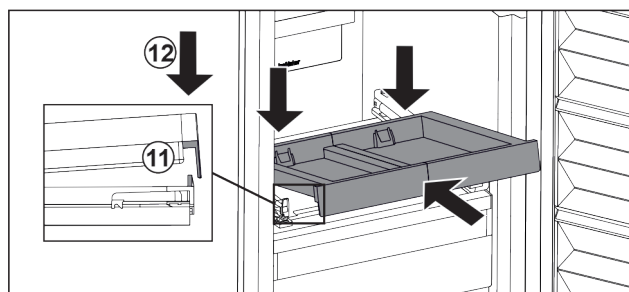

Fig. 86
- ▶ L'insérer en l'inclinant. Veiller à ce que, des deux côtés, la butée soit derrière la languette. Fig. 86 (11)
- ▶ Déposer le compartiment coulissant par l'avant. Fig. 86 (12)